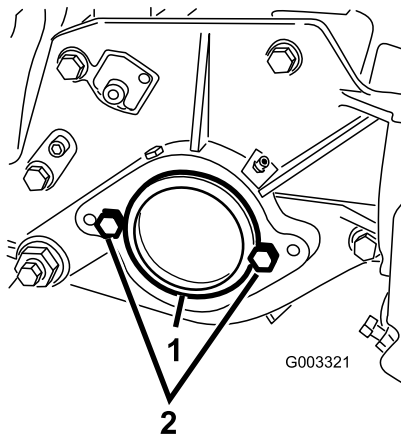

Figura 7
2. Sul lato destro dell'apparato di taglio, togliete il tappo in plastica dall'alloggiamento del cuscinetto (Figura 7).
3. Togliete le 2 viti a testa cilindrica dalla piastra laterale destra (Figura 7).
2. Vite a testa cilindrica (2)
5. Montate, senza stringere eccessivamente, le 2 viti di montaggio del motore del cilindro sulla piastra laterale sinistra dell'apparato di taglio (Figura 7).